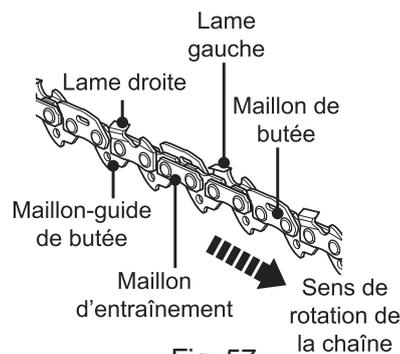

Fig. 57
2. La profondeur de coupe se définit par la différence de hauteur entre les dents et la rainure. Lors de l'affûtage de la chaîne (6), prenez note des points suivants (Fig. 57).